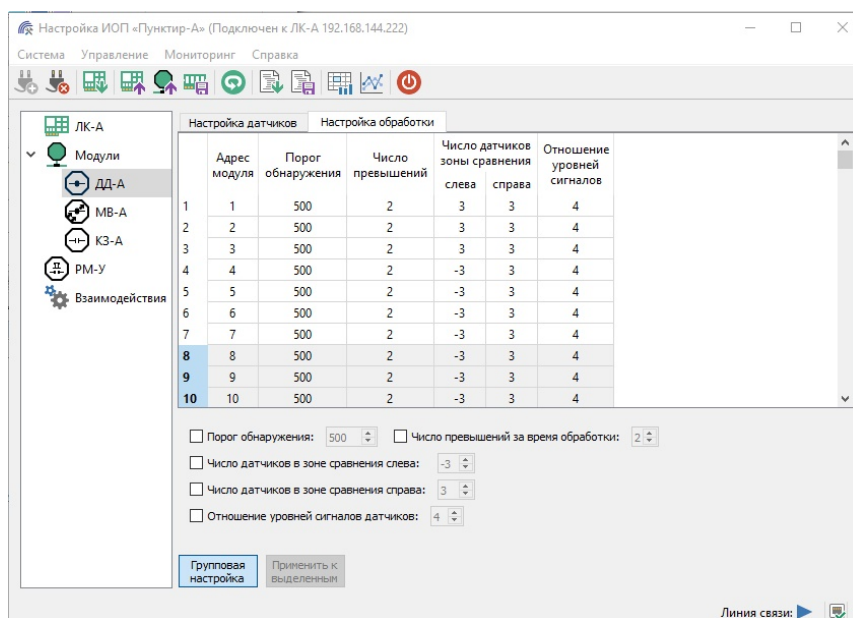

Рисунок 12. Окно ПН "Пунктир-А" раздел «Модули->ДД-А» вкладка «Настройка обработки»
5.6.18 На втором этапе установка параметров осуществляется в окне ПН "Пунктир-А" в разделе «Модули» и подразделе «ДД-А» на вкладке «Настройка обработки» (рисунок 12)
***Пример.** Допустим, что количество модулей для сравнения по 3 штуки с каждой стороны. Но в начале линии для первых 3х датчиков-детекторов датчики для сравнения отсутствуют (слева). В этом случае, в качестве датчиков сравнения следует указать те же датчики, что и для второй стороны (справа) – см. рисунок 12, строки таблицы с 1 по 3. В левой колонке «Число датчиков сравнения» отсутствует знак «-». Для датчиков-детекторов расположенных в конце линии зеркалирование производится тем же образом только с другим знаком.*